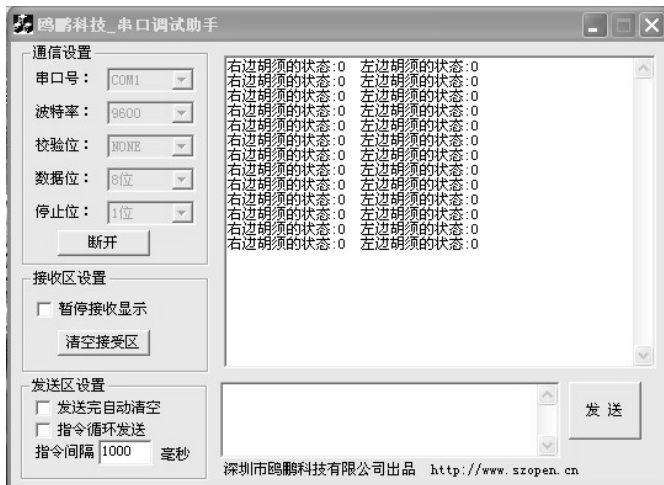

图 4-9 左、右边“胡须”均碰到
(8) 同时把两个“胡须”接到各自的 3-pin 转接头上，显示为“右边胡须的状态:0 左边胡须的状态:0”，如图 4-9 所示。